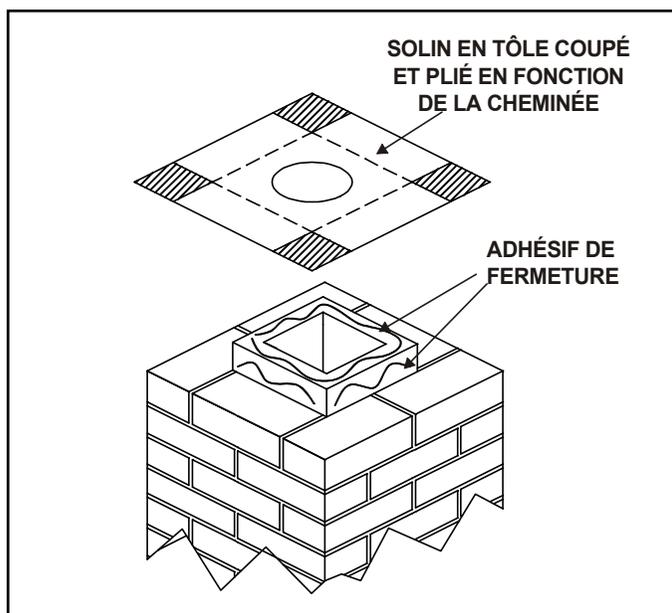

Figure 5.5
- Découpez la plaque supérieure de la cheminée afin de minimiser l'excès de surplomb ou la plier par-dessus le boisseau. Voir la figure 5.5.